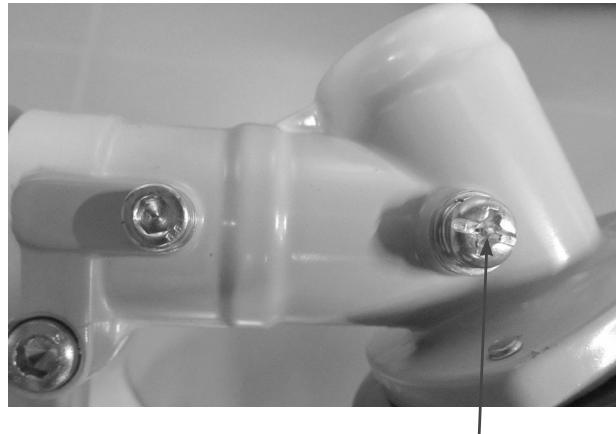

Рис.17
Через 20 часов работы, но не реже одного раза в сезон, необходимо проверять и добавлять смазку в редуктор. Для смазки редуктора и вала штанги рекомендуется использовать универсальную смазку для редуктора CHAMPION EP-0, либо аналогичную смазку других производителей. Необходимо открутить болт (A) Рис.17 и с помощью шприц-масленки добавить смазку (примерно 5-10 см3). Приводной вал редуктора, который находится в штанге, рекомендуется смазывать через 100 часов работы.